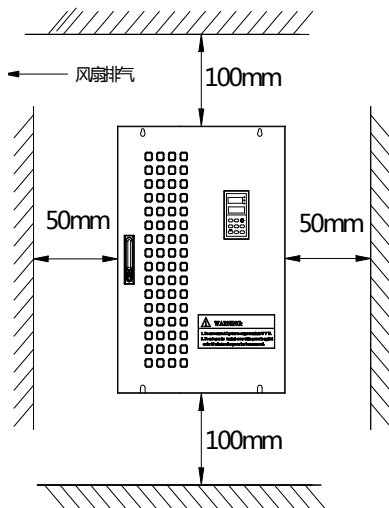

图 3-1 安装的间隔距离图
- (1) 一般情况下应立式安装。
- (2) 安装间隔及距离最小要求如图3-1所示。